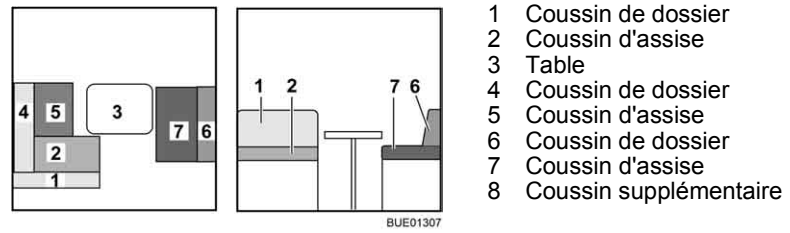

Fig. 140 Avant la transformation
- Convertir la table (Fig. 140,3) en sommier de lit (voir paragraphe 6.11).
- Retirer les coussins de dossier (Fig. 140,1 et 4) et les placer de côté.